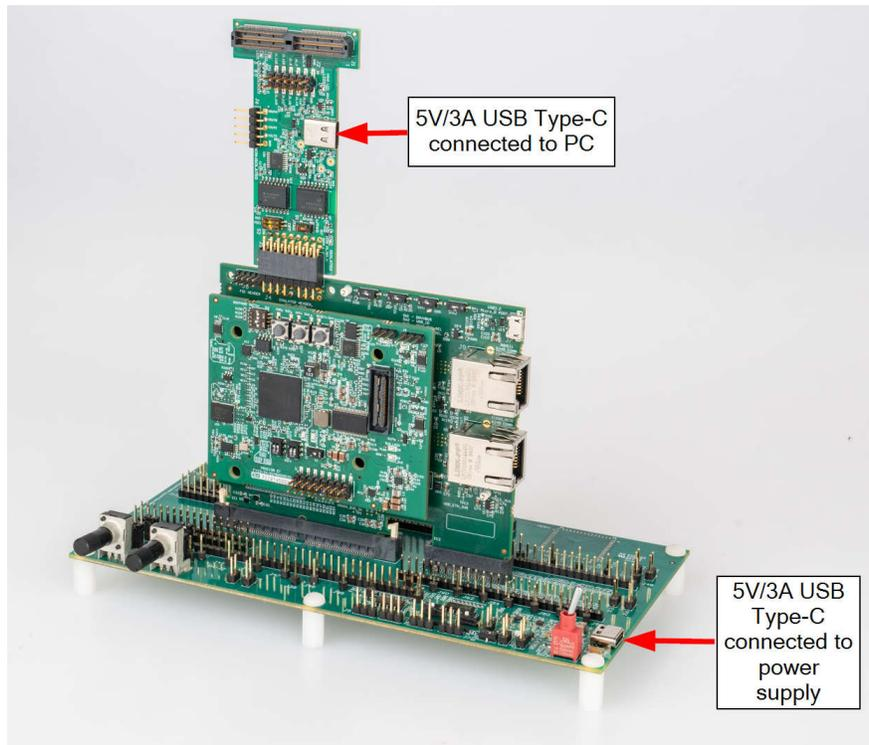
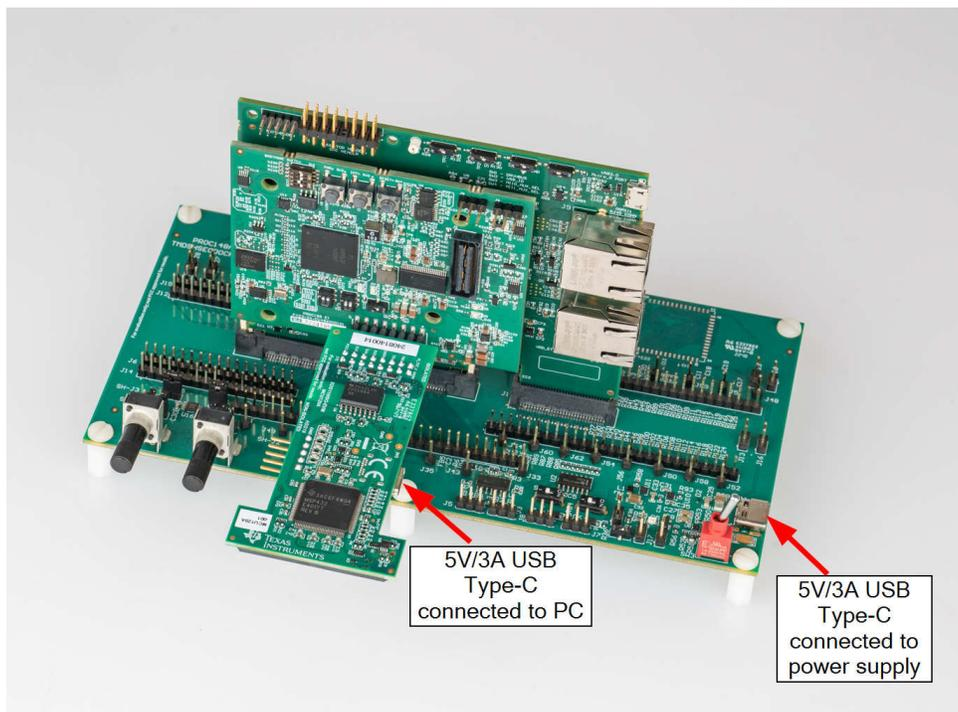

图 2-2. AM26x controlCARD 向后兼容性配置 - XDS110ISO 连接到 HSEC180ADAPEVM-AM2 J4
图 2-3. AM26x controlCARD 向后兼容性配置 - XDS110ISO 连接到 controlSOM J7
6. 将 XDS110ISO-EVM 连接到 HSEC-180 适配器板 (图 2-2) 的连接器 J4 或 controlSOM 的 J7 (图 2-3)。